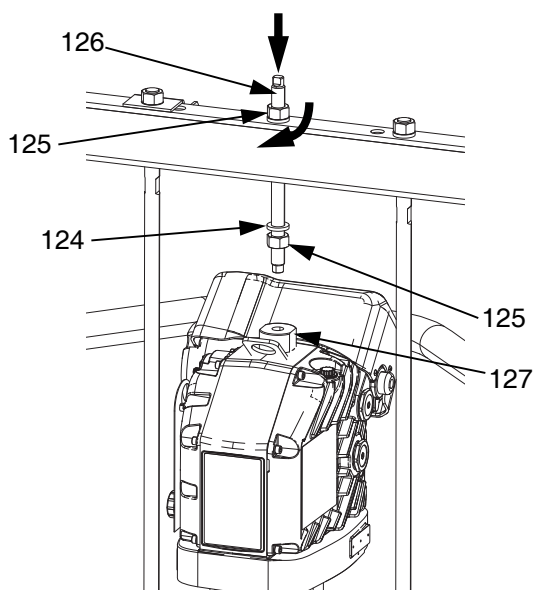

FIG. 30
- b. Installare l'asta filettata (126) attraverso il foro centrale della traversa. Installare le rondelle (124) e i dadi (125) sull'asta filettata (126), sia sopra sia sotto la traversa. Utilizzare una chiave inglese per mantenere in posizione l'adattatore dell'anello di sollevamento (127) e serrare l'asta filettata (106) nell'adattatore dell'anello di sollevamento (127) con un'altra chiave. Vedere FIG. 30.
- c. Serrare il dado (125) sotto la barra a croce con una coppia massima di 34 N•m (25 piedi-lb).
- d. Serrare il dado (125) sopra la barra a croce per bloccare il driver in posizione.